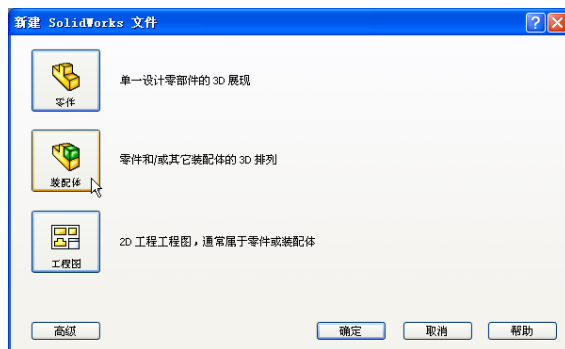

图 11-1 “新建 SolidWorks 文件”对话框
① 新建文件。选择菜单栏中的“文件”→“新建”命令，或者或者单击“标准”工具栏中的“新建”图标按钮，此时系统弹出如图 11-1 所示的“新建 SolidWorks 文件”对话框。